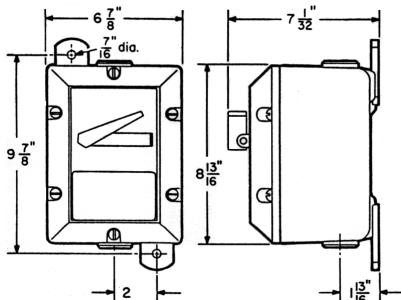

Figura 1 - Dimensiones
1. Seleccione un lugar de montaje que proporcione el esfuerzo y rigidez adecuados para soportar todo el alambrado y dispositivos de control contenidos. La Figura 1 muestra las dimensiones del montaje de los envoltorios Serie EMN. Perfore dos orificios de montaje de 11 mm (7/16 pulgada).